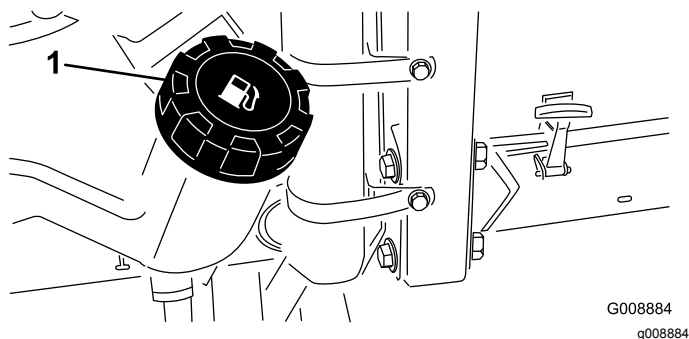

Figure 28
1. Nettoyez la surface autour du bouchon du réservoir de carburant (Figure 28).